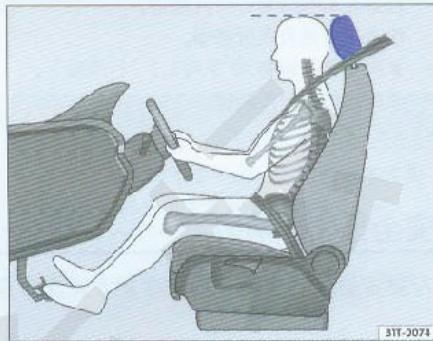

图2 驾驶员头枕的正确位置
- 调整头枕，使头枕上缘与头顶等高，或尽可能与头顶等高 ⇒ 图2；